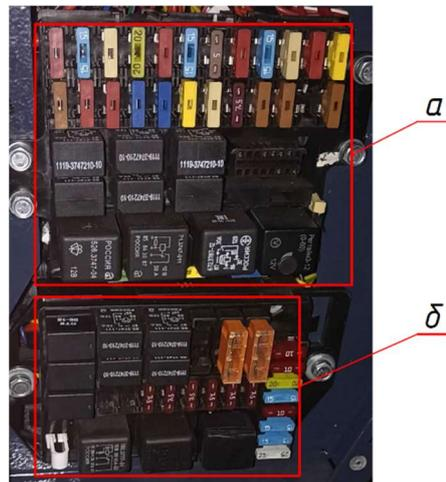

Рис. 9.11 Оборудование отсека блоков предохранителей
35. Крышка отсека блоков предохранителей (см. рис. 9.11);